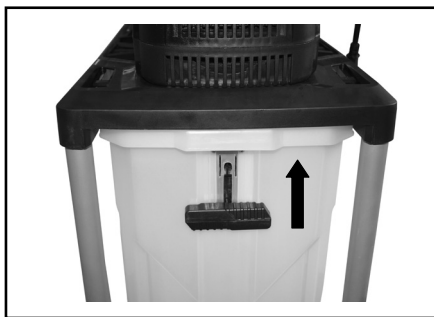

Fig. 10
8. Relevez le commutateur de sécurité pour verrouiller le bac de récupération en place (Fig. 10). En raison du jeu entre le cadre de base et le bac de récupération, il se peut que le commutateur de sécurité soit difficile à relever. Dans ce cas, secouez délicatement le bac de récupération horizontalement pour trouver la bonne position.